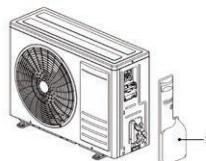

fig. 23 -
1. Togliere il pannello laterale (part 1 - "fig. 23 -").